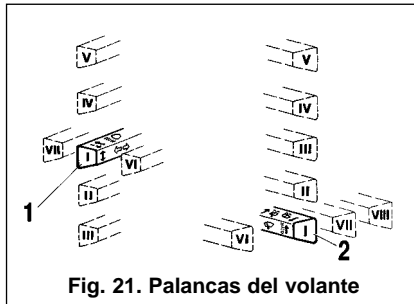

Fig. 21. Palancas del volante
1. (fig. 21)—palanca de las luces de dirección y de las luces de faros. Si con el encendido conectado la